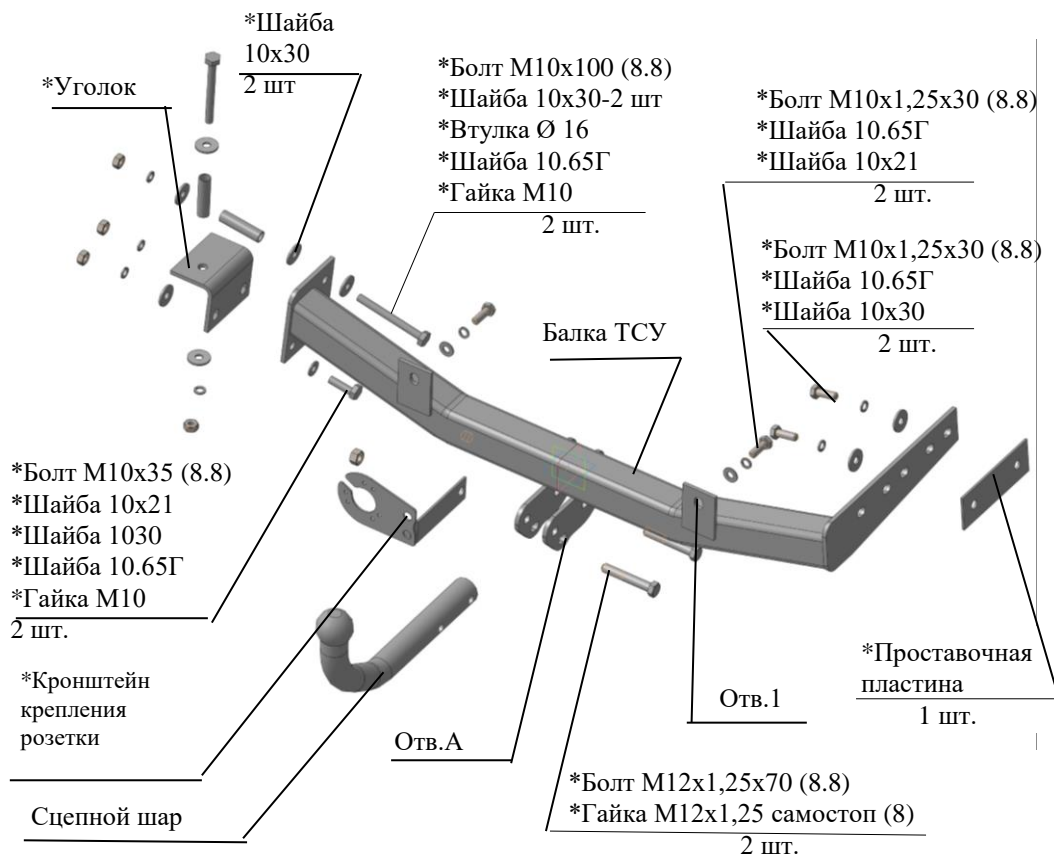

Рис.1 Тягово-сцепное устройство ТСУ 2192.
2.1 ТСУ 2192 в сборе (рис.1)	1 шт.
2.2 Пакет с комплектующими (см. рис.1)	1 шт.
4.3 Закрепить ТСУ через отверстия “1” к кузову автомобиля болтами М10х1,25х30, используя гайки штатные, не затягивая крепеж (соответственно рис.1).
4.4 Закрепить балку ТСУ к правому лонжерону болтами М10х1,25х30, используя гайки штатные, к левому лонжерону- болтами М10х100 и гаками М10 через левый кронштейн и уголок, вставив в просверленные слева отверстия распорные втулки (соответственно рис.1). При наличии зазора между ТСУ и лонжероном - установить проставочную пластину и шайбы 10х30 (при необходимости). Крепеж не затягивать.
4.5 Закрепить балку ТСУ и уголок болтами М10х35 и гайками М10 (соответственно рис.1). Крепеж не затягивать.